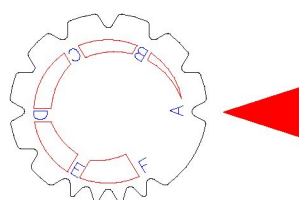

Рисунок 6
- установите скорость по шкале A-F (рис. 6)